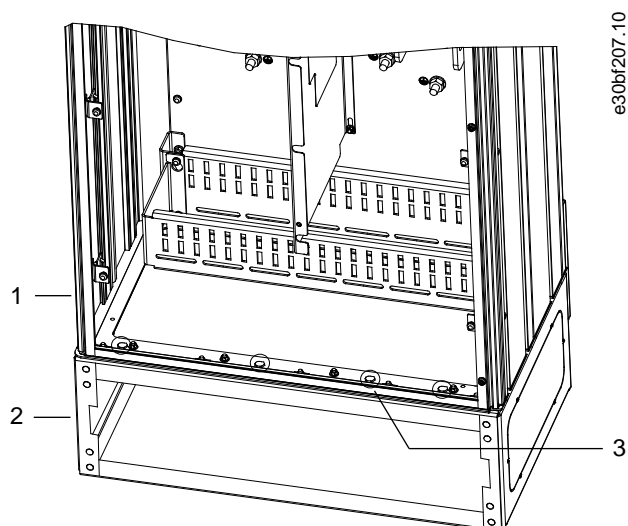

Abbildung 11: Montagepunkte für Befestigung des Gehäuses am Sockel
4. Befestigen Sie das Gehäuse an der Oberseite des Sockels rundum mit 6 M10x30-Schrauben. Siehe Abbildung 11. Ziehen Sie jede Schraube lose an, bis alle Schrauben montiert sind.